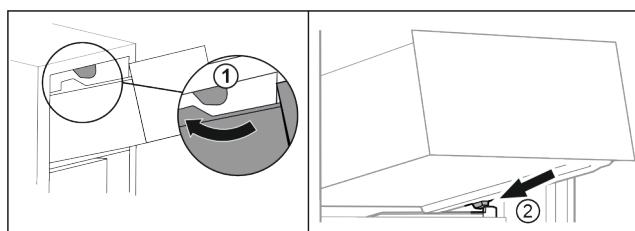

Fig. 18
- Veděte zásuvku podél horních zarážek. Fig. 18 (1)
- Nasadte zásuvku šikmo za dolní zarážky na žebrování na nádoby. Fig. 18 (2)